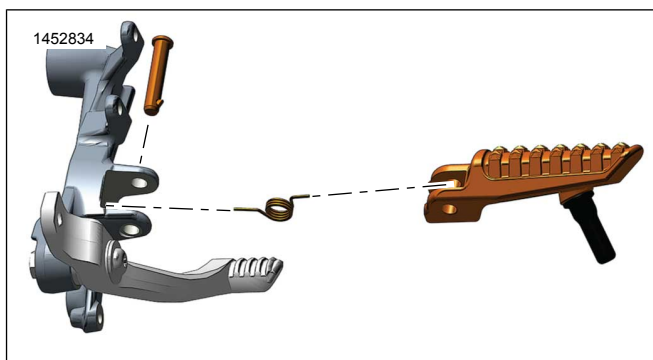
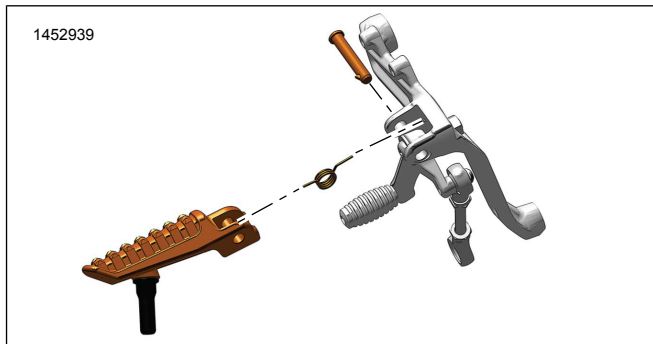

Figure 3. Footpeg - Rider - Kanan
Figure 4. Footpeg - Rider - Kaliwa
- a. Takpan ang bahagi ng return spring ng footpeg assembly (B) gamit ang tuwalya.
- b. Tingnan ang Figure 3 o Figure 4 . Habang hinihila papalabas ang assembly ng footpeg, tanggalin ang assembly mula sa bracket.